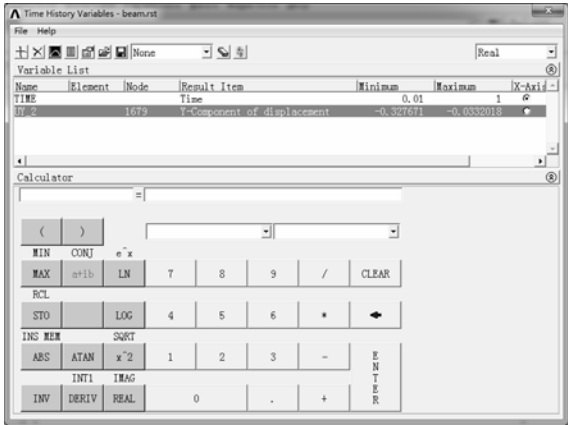

图 9-30 显示出定义的变量“TIME”和“UY_2”
- 3) 单击 “OK” 按钮，弹出节点拾取对话框，选中右端面上的任意节点，单击 “OK” 按钮，返回到变量定义对话框，显示出定义的变量 “TIME” 和 “UY_2”，如图 9-30 所示。